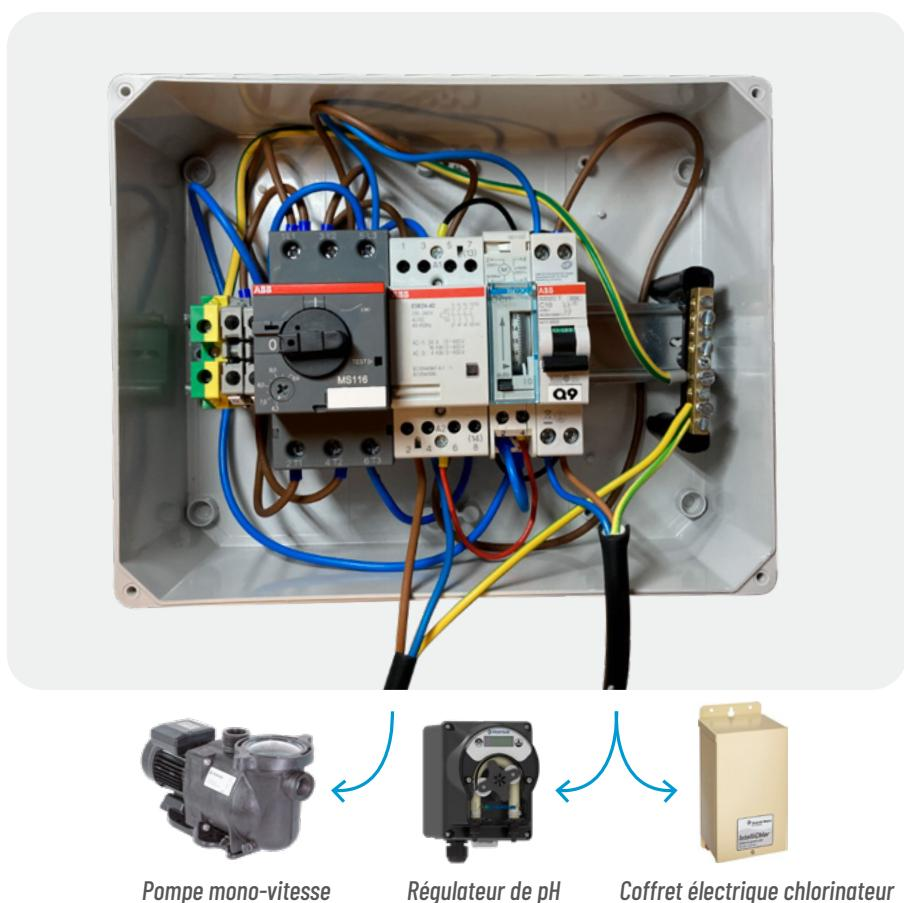

Figure 2 Retirez les fils de la protection du moteur de la pompe
2. Retirez la vieille pompe mono-vitesse en déconnectant les connexions électriques et les raccordements de plomberie. Voir Figure 2.